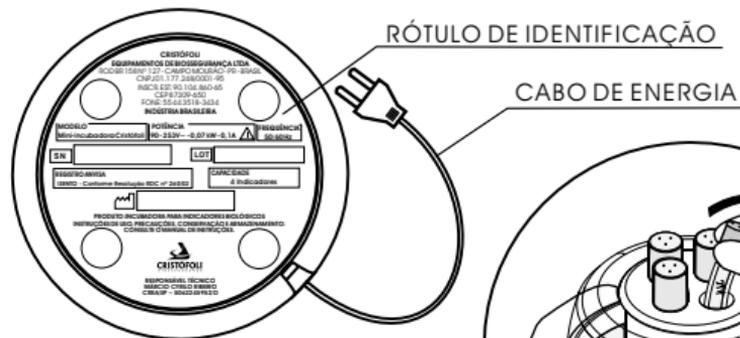

Fig.3
- 1▶ A voltagem de funcionamento da Mini-Incubadora Cristófoli é de 90 a 253V (seleção de voltagem automática), como informado no rótulo de identificação, fixado na parte de baixo do equipamento (Fig.3, pág.10). Certifique-se de que a **voltagem** da rede elétrica onde será instalada esteja de acordo com esses valores. **ATENÇÃO! A não observação desse procedimento poderá danificar seu aparelho. A Cristófoli não se responsabiliza por danos causados por instalações e/ou voltagens inadequadas.**
- **CABO DE ENERGIA** - Usado para conectar o equipamento à rede elétrica (Fig.3, pág.10)
- ▶ **RÓTULO DE IDENTIFICAÇÃO** - Fixado na parte inferior do aparelho, sua função é identificar os dados técnicos da Mini-incubadora (Fig.3, pág.10).